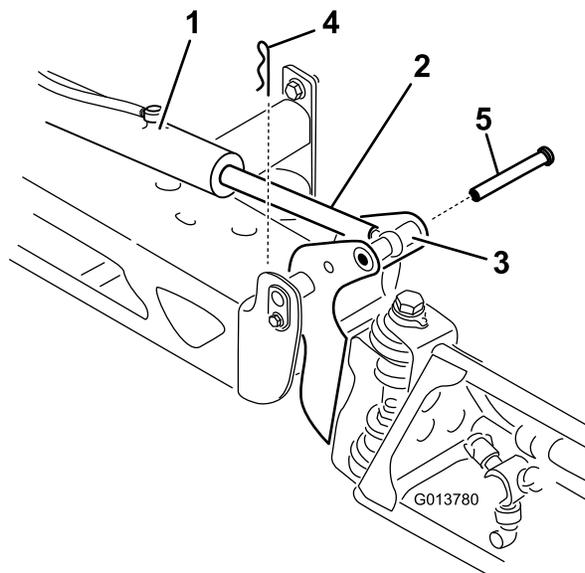

图 109
2. 从枢轴销图 109 上拆下开口销。
3. 向上提起喷洒臂拆下柱销图 109 然后将喷洒臂慢慢放到地面上。
9. 支撑住喷洒臂将柱销插入喷洒臂枢轴和杆端图 109。